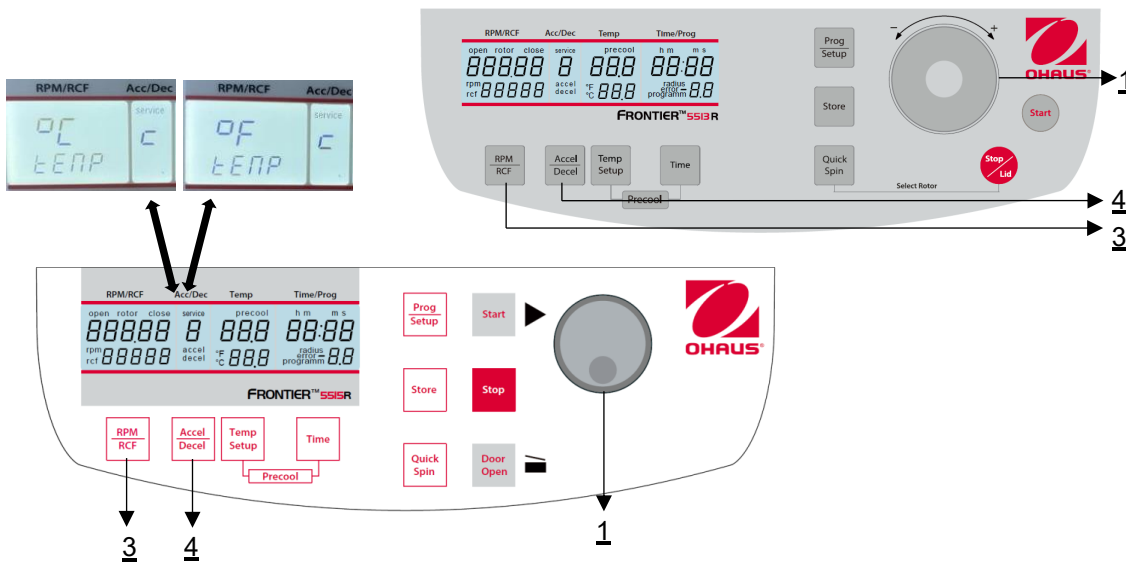

Figura 27
Proceda como se describe en el punto 4.1.1 para entrar en este modo de programación y, a continuación, pulse la tecla **"Accel/Decel"** (4). En la pantalla **"Acc/Dec"** (A-2) parpadea la palabra **"Service"** (M12). Seleccione ahora la letra **"C"** con el botón de ajuste / rueda táctil (1). Como resultado, en la pantalla **"RPM | RCF"** (A-1) aparecen las palabras **"CELSI/temp"**. Si pulsa la tecla **"RPM | RCF"** (3), parpadeará la palabra **"°C"** y podrá cambiar la indicación a Fahrenheit **"°F"** con el botón de ajuste / rueda táctil (1) (véase la figura 27).